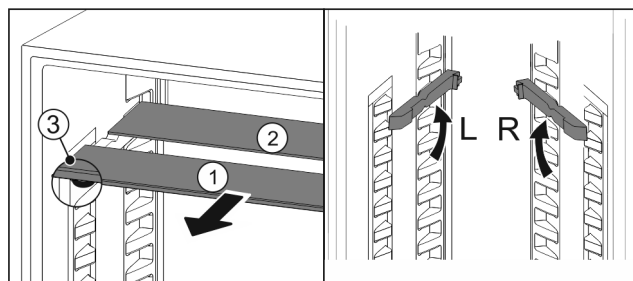

Fig. 70
- Glasplatten einzeln nach vorne herausziehen Fig. 70 (1).
- Glasplatte Fig. 70 (1) mit Zierleiste liegt vorne.
- Stopps Fig. 70 (3) zeigen nach unten.